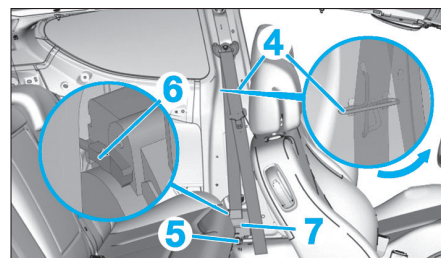

Fig. 21
- Dégager le guide (4) suivant la flèche (Fig.21).
- Déposer la vis (5).
- Débrancher le connecteur (6).
- Déposer le prétensionneur (7).